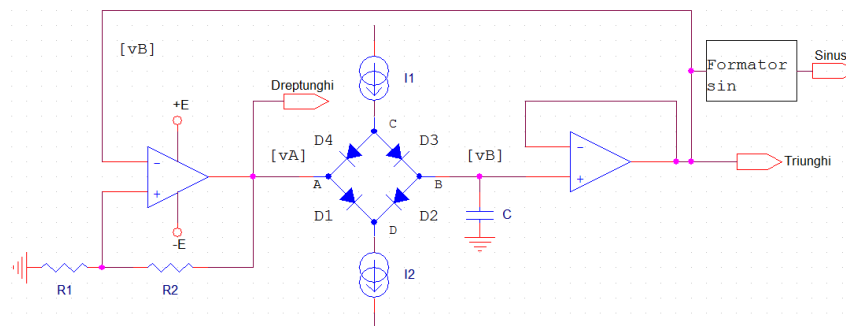

Fig. 9. Generator de funcții de JF/MF.
3. Pentru generatorul de funcții din Fig. 9 se cunosc $C=56nF$, $R_1=R_2=1.2K$. Sursele de curent sînt comandate: $I_{1,2}=K_{1,2}E$; $E=9V$.